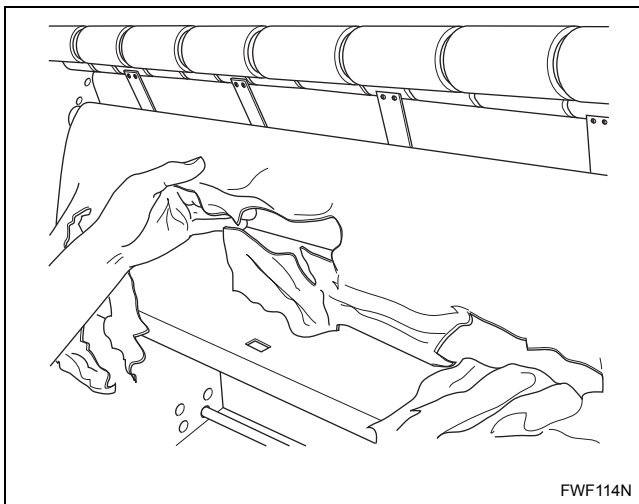

Figura 18
- d. Oriente el papel protector y sáquelo de la máquina. Consulte la *Figura 18*.